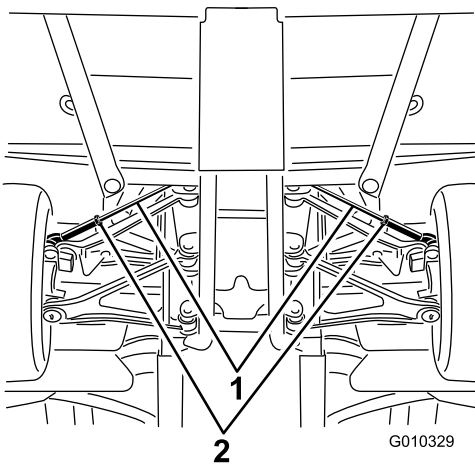

Figura 49
- A. Afloje la contratuerca del centro del tirante (Figura 49).